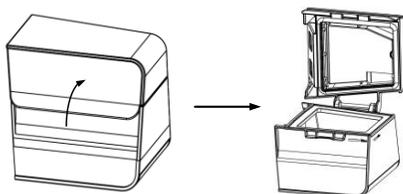

Fig. 18-1
(1) **Abriu a Câmara de Água:** Abra a tampa da câmara de água como mostrado na Fig. 18-1.